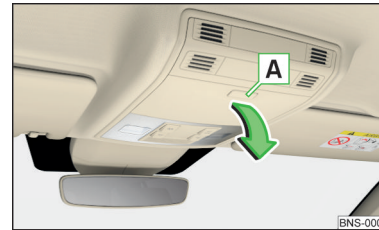

Abb. 121
- Zum **Öffnen** die Taste **A** drücken. Das Fach klappt in Pfeilrichtung » Abb. 121.